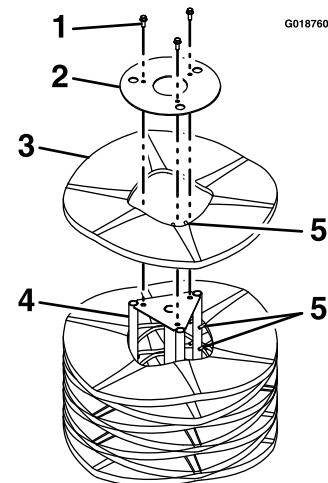

Figure 34
5. Posez le balai sur son extrémité de sorte que la plaque de retenue amovible soit orientée en haut (Figure 34).
6. Déposez et conservez les fixations de la plaque de retenue d'extrémité (Figure 34).
8. Posez un ou des segments neufs en décalant les doigts d'alignement des anneaux en métal, comme montré à la Figure 34.